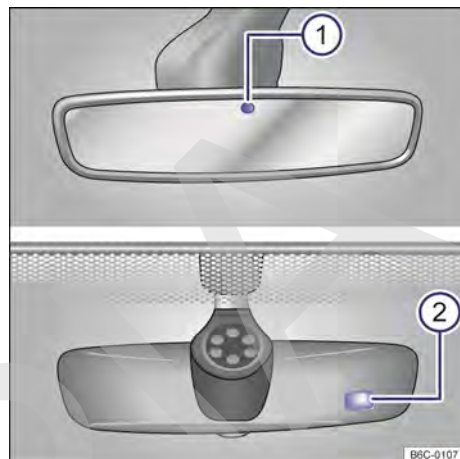

Fig. 78 En el parabrisas: espejo retrovisor interior antideslumbrante automático.
Con el encendido conectado, los sensores miden la incidencia de la luz atrás → **fig. 78** ① y adelante ②.